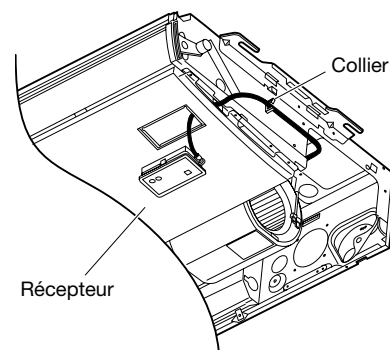

Fig. 3-9
4. Fixez le fil de sortie du récepteur à l'attache de retenue du câble du moteur du volet. (Fig. 3-9)